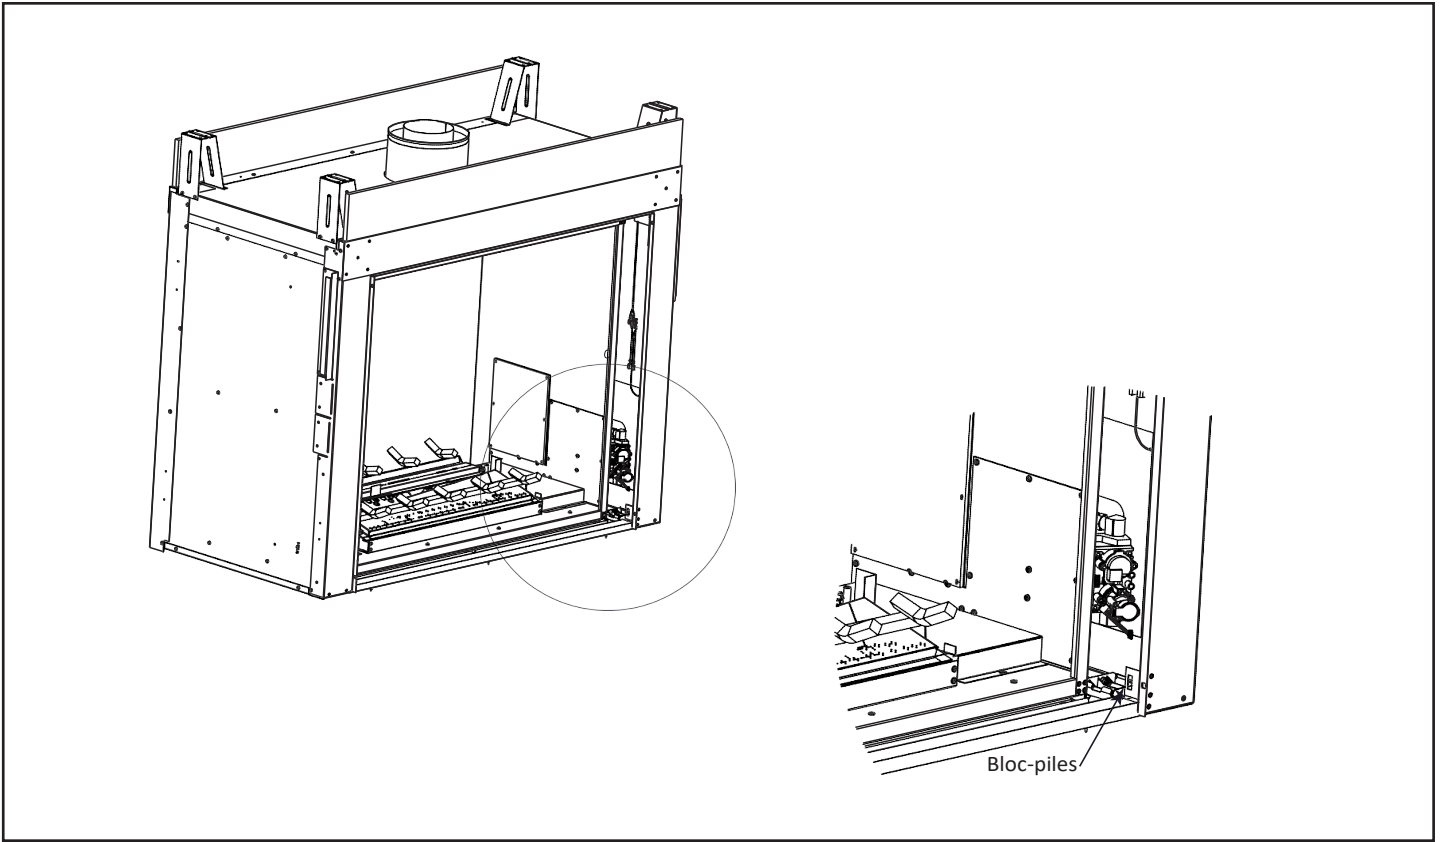

Figure 3.4 Accès au bloc-piles/Emplacement de la cavité des commandes
1. Accédez à la cavité du contrôle de l'appareil. Voir la figure 3.4 pour l'emplacement.
4. Localisez le compartiment des piles dans le coin droit et insérez quatre piles AA. La polarité des piles doit être correcte pour éviter d'endommager le module. Voir la figure 3.4. Un schéma complet du câblage est inclus dans la section traitant de l'électricité, dans le manuel d'installation de l'appareil.